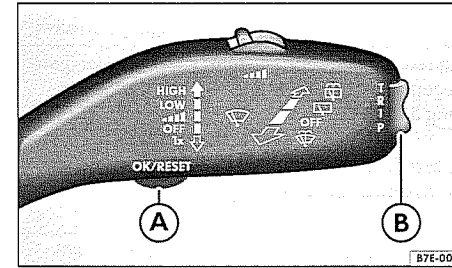
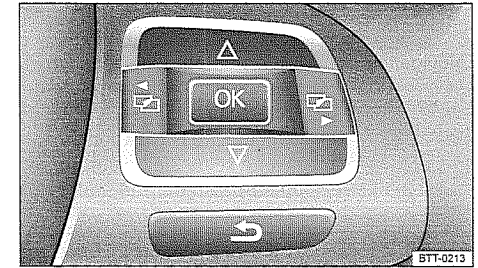

Abb. 10 Fahrzeuge ohne Multifunktionslenkrad: Taste **A** im Scheibenwischerhebel zum Bestätigen von Menüpunkten und Wippe **B** zum Wechseln der Menüs.
Abb. 11 Rechte Seite des Multifunktionslenkrads: Tasten zum Bedienen der Menüs im Kombi-Instrument.
- Falls eine Meldung oder das Fahrzeug-Piktogramm angezeigt wird, Taste **OK** drücken (⇒ Abb. 10 **A** bzw. ⇒ Abb. 11).
- Wippe ⇒ Abb. 10 **B** oben oder unten bzw. am Multifunktionslenkrad Pfeiltasten **↕** oder **↗** drücken, bis der gewünschte Menüpunkt markiert ist.